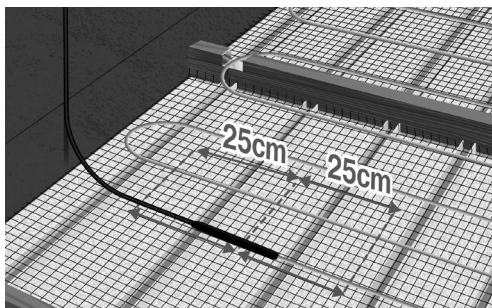

Fig. 16. Lägg ut kabel rakt på båda sidor om skarven
6. Kablarna fästs vid ca 25 cm på vardera sidan av kopplingen mellan kallkabeln och värmekabeln, mätt från skarvens mitt. Var noga med att börja så att kallkabeln kan nå termostaten. (Fig 16).